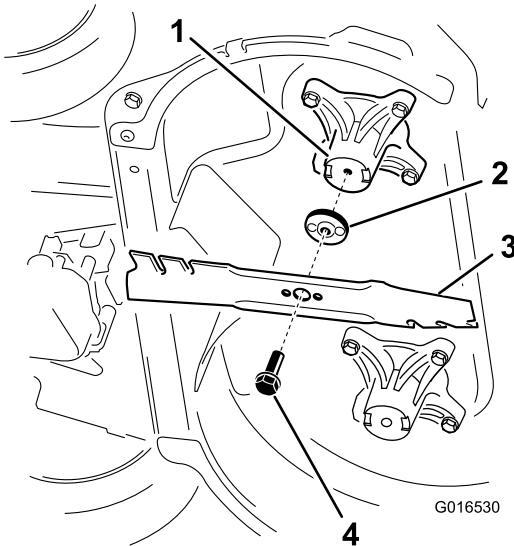

Figure 39
2. Déposez chaque lame comme montré à la Figure 39.
1. Posez la première lame de sorte qu'elle soit horizontale, avec toutes les fixations, comme montré à la Figure 39.